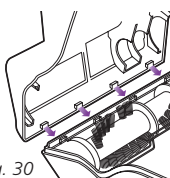

Fig. 30
- 3 Para volver a armarla, inserte las trabas del borde del frente de la cubierta inferior en los orificios correspondientes de la mitad superior e inclínela nuevamente hacia abajo hasta que se traben en su lugar. (Fig. 30)